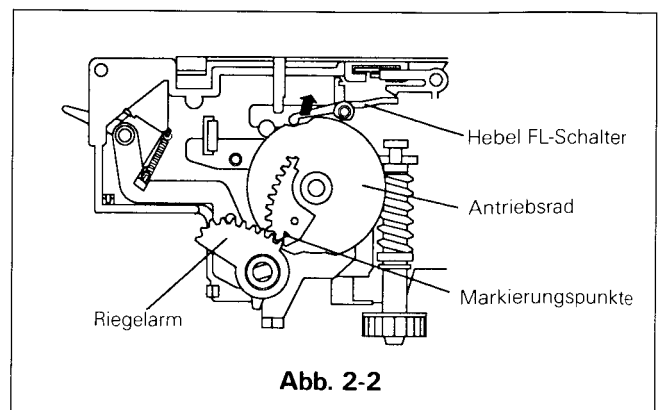

Abb. 2-2
- Den Hebel für den FL-Schalter im Uhrzeigersinn vom Antriebsrad lösen und Riegelarm und Antriebsrad entfernen. (Siehe Abb. 2-2)
- Das Antriebsrad auf die Achse aufsetzen. (Siehe Abb. 2-2)
- Den Riegelarm so aufsetzen, daß die Markierungspunkte am Antriebsrad und am Riegelarm übereinstimmen. (Siehe Abb. 2-2)